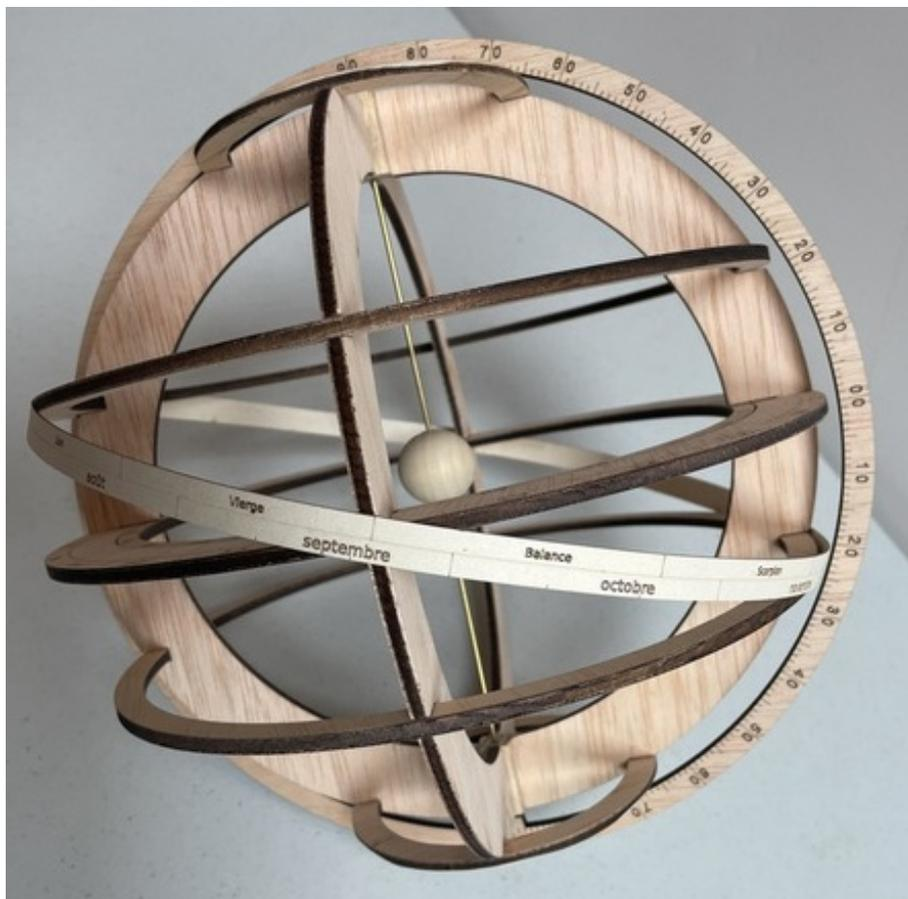

FIG. 1 – La sphère céleste.
Toutes les étapes de l'assemblage de la sphère céleste sont à réaliser en se reportant régulièrement à la **FIG. 1** de la sphère céleste pour contrôler l'emplacement des pièces.
- la sphère céleste avec l'axe de la Terre, la Terre au centre et la couronne intérieure du méridien local (FIG. 1 p. 2) ;